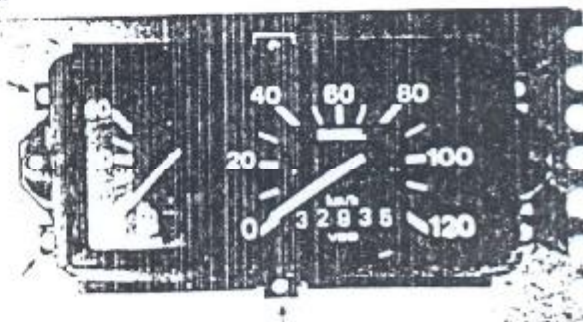

Figura 9.57.1 - Fixação da lente do conjunto dos instrumentos
1. Remover os seis parafusos de fixação da lente do conjunto (Figura 9.57.1). Remover o conjunto da lente e tampa.
3. Posicionar a lente do conjunto e fixá-la com os 6 parafusos (Figura 9.57.1).